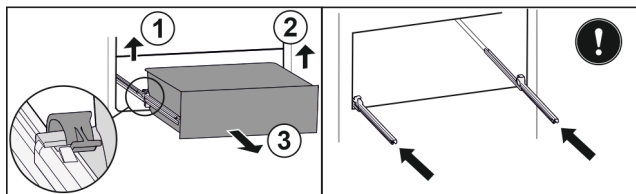

Fig. 111
- ▶ Løft den venstre klemme, og træk samtidigt skuffen i venstre side fremad. Fig. 111 (1)
- ▶ Løft den højre klemme, og træk samtidigt skuffen i højre side fremad. Fig. 111 (2)
- ▶ Tag skuffen ud fremefter. Fig. 111 (3)